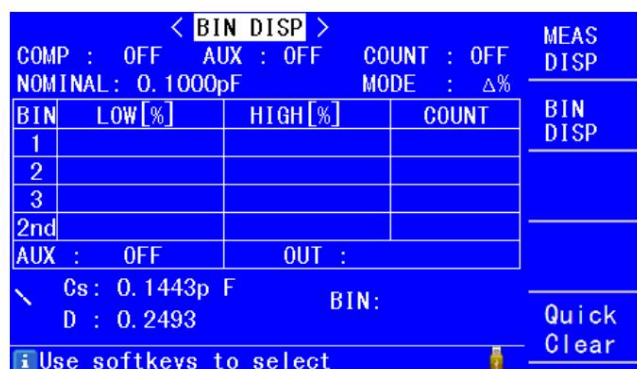

Abbildung 6-2 <BIN DISP> Seite
1. Drücken Sie die Taste "MEAS" auf dem Bedienfeld, um die Seite < MEAS DISP > aufzurufen (siehe Abbildung 6-1), und drücken Sie die Softkey-Taste "BIN DISP", um die Seite < BIN DISP > aufzurufen (siehe Abbildung 6-2).